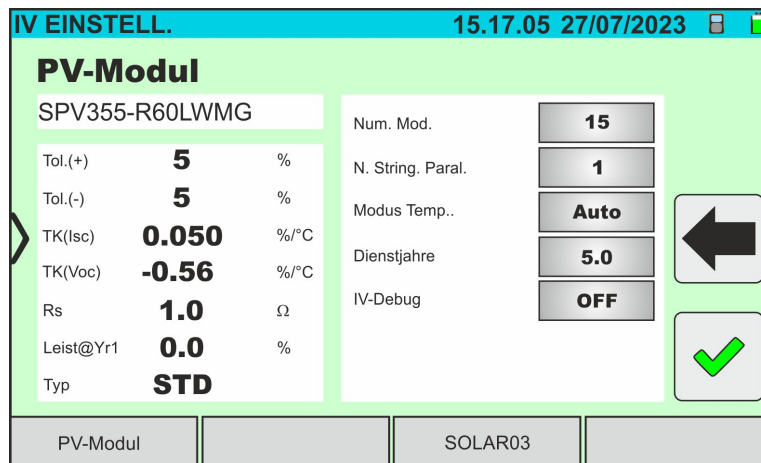

Abb. 42: Parametereinstellungen I-V Kurven-Messung
6. Tippen Sie auf die Schaltfläche „**Einstell.**“ (Referenz einseitige Module). Der folgende Bildschirm wird in Abb. 42 angezeigt. Die folgenden Parameter sind angegeben: